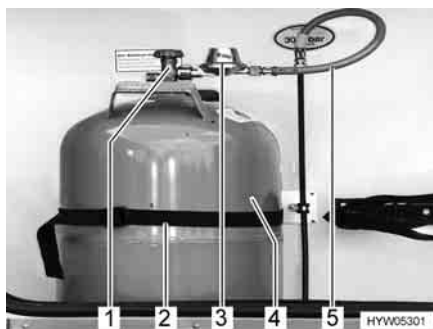

Fig. 72 Vano portabombole
- Chiudere la valvola principale di arresto (Fig. 72,1) della bombola del gas (Fig. 72,4). Osservare la direzione della freccia.
- Servendosi di una chiave speciale idonea, svitare il regolatore di pressione del gas (Fig. 72,3) con il tubo del gas (Fig. 72,5) dalla bombola del gas (filettatura sinistrorsa).
- Allentare le cinghie di fissaggio (Fig. 72,2) ed estrarre la bombola del gas.